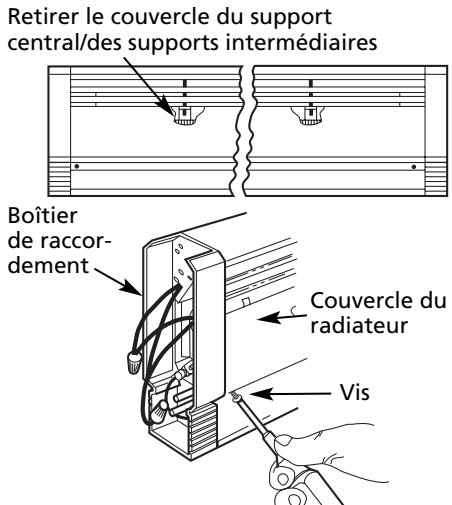

Figure 5 – Retrait du couvercle avant
4. Enlever le couvercle avant du radiateur en dévissant les vis des coins inférieurs. Tirer le fond du couvercle vers l'extérieur et soulever le dessus du couvercle pour le retirer du boîtier de raccordement. Répéter pour l'extrémité opposée. Retirer le dessus du couvercle du support central et des supports intermédiaires. Voir la Figure 5.
REMARQUE : Si un aspirateur ne peut être utilisé, il pourrait être nécessaire d'enlever le couvercle avant pour avoir accès. Dans ce cas, couper l'alimentation électrique au radiateur et suivre les étapes indiquées à la Figure 5. Veiller à ne pas endommager les ailettes de l'élément chauffant.